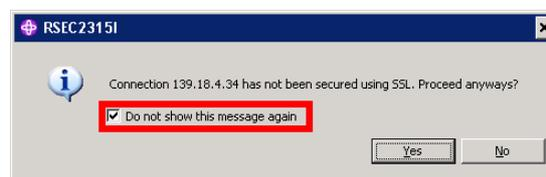

Abbildung 13
5. Sollte das Fenster mit der Warnung, dass es sich um eine Verbindung ohne SSL Verschlüsselung handelt auftauchen, so sollte die Checkbox **Do not show this message again** aktiviert werden und anschließend der Verbindungsaufbau mit **YES** bestätigt werden (Abbildung 13).